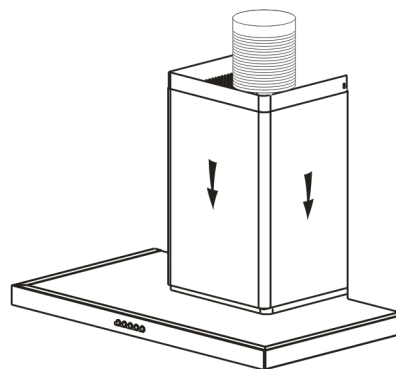

fig. 7
- Coloque las 2 chimeneas sobre la campana (fig. 7).
- Coloque la chimenea compuesta por 2 partes sobre la campana (fig. 7)